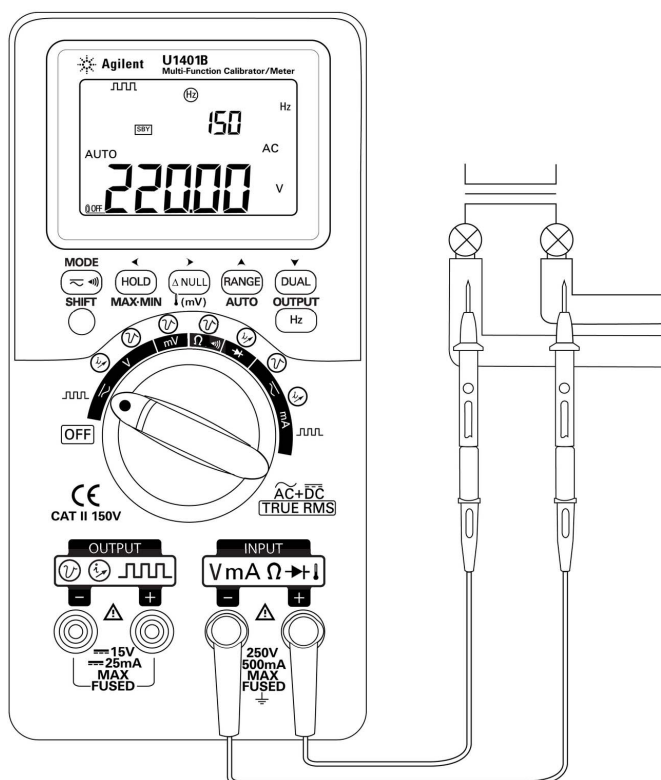

図 3-2 AC 電圧測定
- 3 赤と黒のテスト・リードをそれぞれ、正と負の入力端子に接続します (図 3-2)。